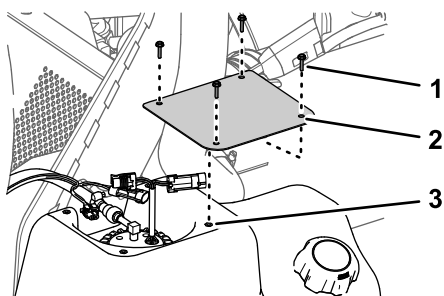

Figura 86
1. Montate la protezione sul serbatoio (Figura 86) con le 4 viti (#10 x 3/4") che avete rimosso al passaggio 2 di Rimozione della protezione della pompa del carburante (pagina 65).